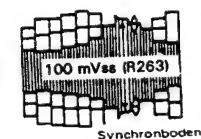

Abbildung 2-8.
4. R263 (Aufnahme-Luminanzpegelsteuerung) so einstellen, daß der Synchronbodenpegel gemäß Abbildung 2-8 zu 100 mVss wird.